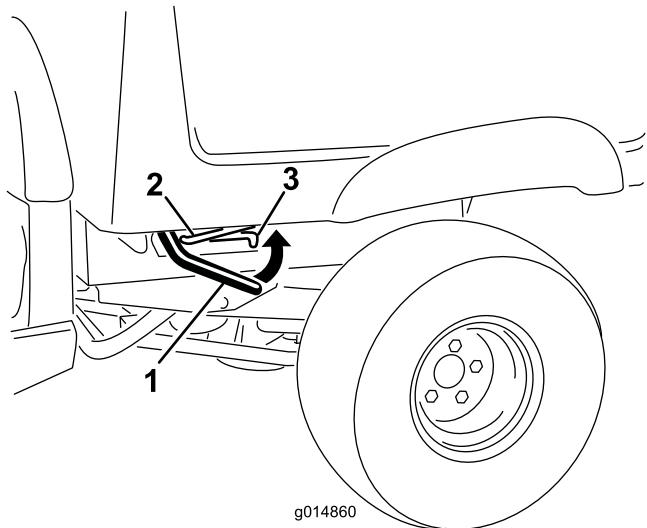

Figura 1
1. Levante la palanca de enganche situada en cada lado de la caja, cerca de la esquina delantera, y eleve la caja del todo (Figura 1).
2. Sujete la caja de carga colocando la varilla de sujeción en la muesca situada al final de la ranura situada en el lado izquierdo del bastidor de la máquina (Figura 1).
9. Levante la palanca de enganche situada cerca de la esquina delantera de la caja de carga, en cada lado (Figura 1).